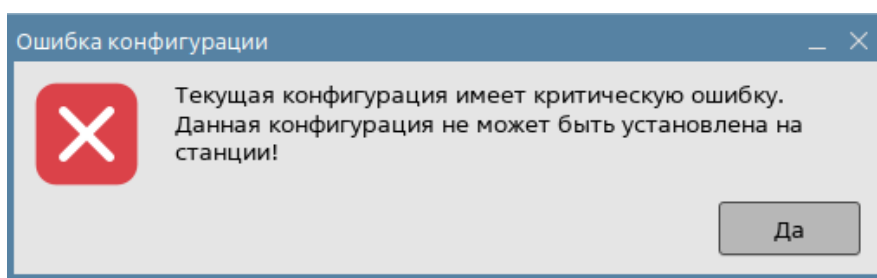

Рисунок 4.9 – Предупреждение о критических ошибках в конфигурации.
– критическая ошибка, которая может вызвать не только сбой в работе системы, но и привести к критическому состоянию аппаратуры. Установка конфигурации, содержащей критические ошибки, на аппаратуре невозможна. Попытка выполнить установку будет заблокирована, о чем будет выдано предупреждение пользователю (см. рисунок 4.9).